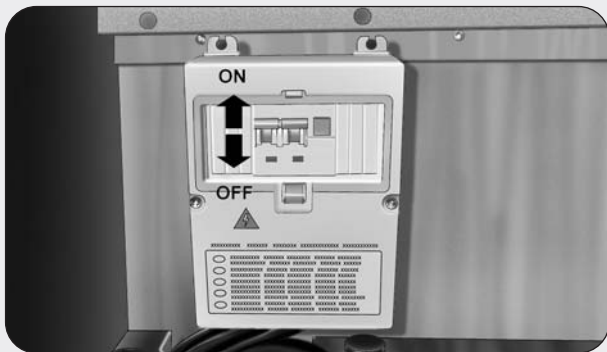

fig. 16
***Prima di qualsiasi intervento sul quadro, posizionate l'interruttore generale 220V (Salvavita fig. 16) su "0" (OFF) e scollegate la spina dalla rete a 220V.***